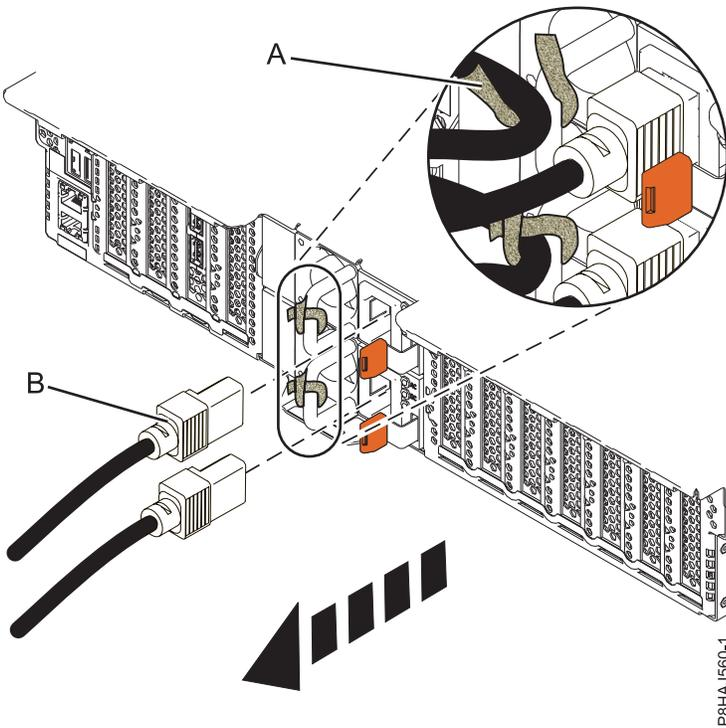
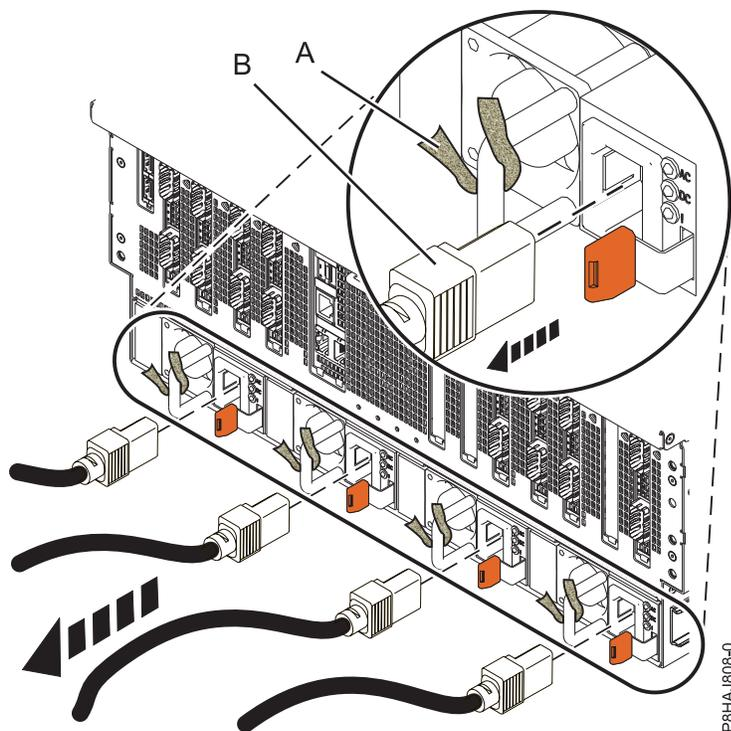

Figure 19. Retrait des cordons d'alimentation d'un système 5148-21L, 5148-22L, 8247-21L, 8247-22L, 8284-21A ou 8284-22A
Figure 20. Retrait des cordons d'alimentation d'un système 8408-44E ou 8408-E8E
3. Débranchez les cordons d'alimentation (**B**) de l'unité centrale. Voir les figures figure 18, à la page 40, figure 19, à la page 40 ou figure 20, à la page 41 selon le type de votre système.